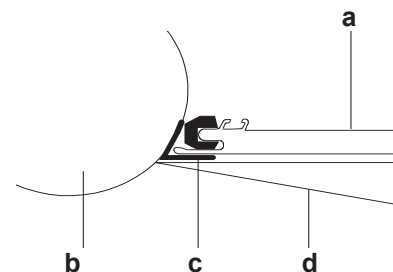

Abb. 2
3. Schieben Sie das vordere Kielelement (7) bis zum Anschlag unter das Bugelement des Bodens (1) [Abb. 2].
4. Setzen Sie das mittlere (8) und hintere (9) Kielelement zu einem Spitzdach zusammen [Abb. 2].